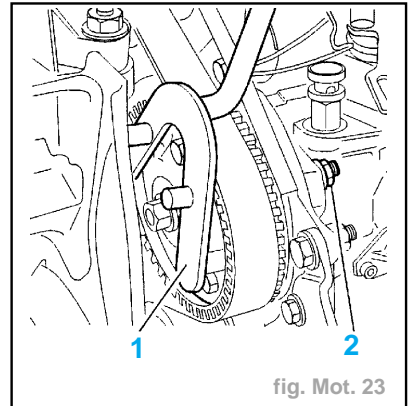

fig. Mot. 23
- les écrous (2) : utiliser l'outil 0117.AP (fig. Mot. 23).
- Desserrer l'écrou de fixation du pignon de pompe : utiliser l'outil (1) 0132.AA (fig. Mot. 23).